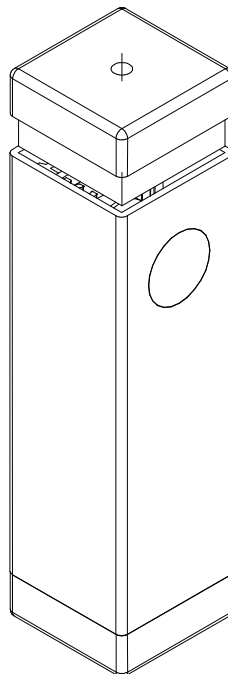

Fig. 5
- Inserire il tappo in gomma superiore (Fig. 5).
- Den oberen Gummideckel einsetzen (Abb. 5).
- Introducir el tapón de caucho superior (Fig. 5).